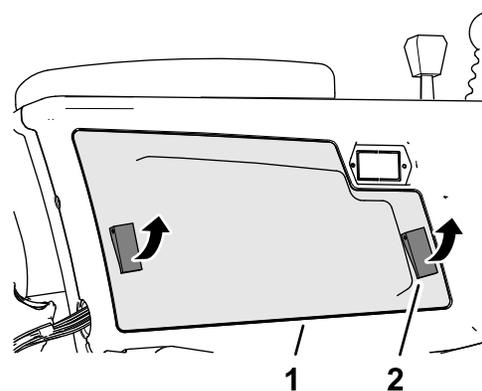

Рисунок 87
2. Откройте 2 защелки, которые крепят крышку рычага управления к рычагу управления, и снимите крышку (Рисунок 87).